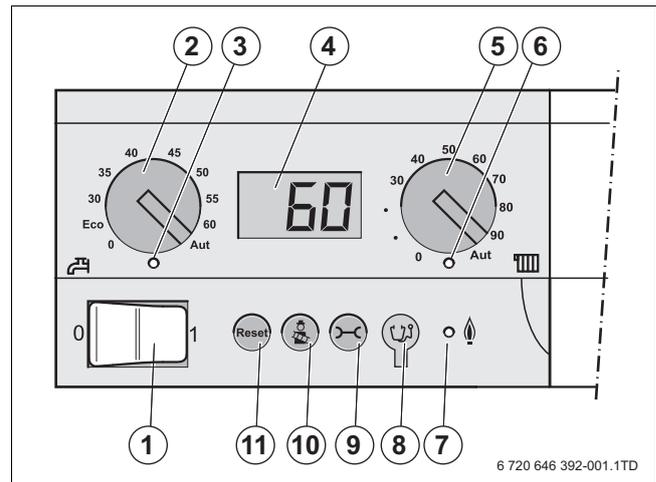

Bild 2 Bedienfeld - Bedienelemente
- ▶ Beide Drehregler am Bedienfeld (→ Bild 2, [2] und [5]) in Stellung „AUT“ stellen, damit alle Einstellungen über die Bedieneinheit vorgenommen werden können.